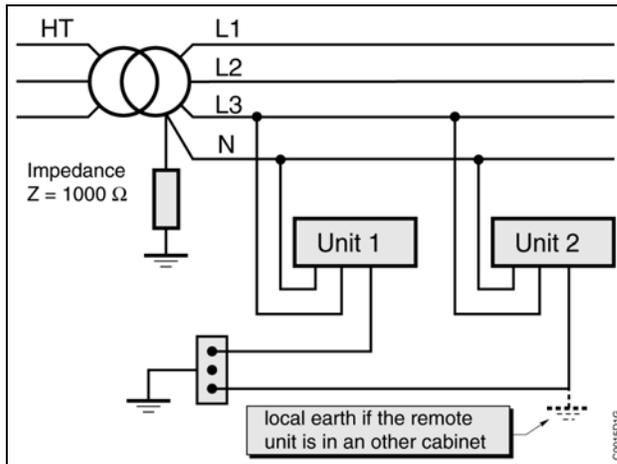

图4-14 TT供电系统
- I-T中性线：中性线与相关的接地部分是隔离的，并且金属部件接地（参见图4-14）。